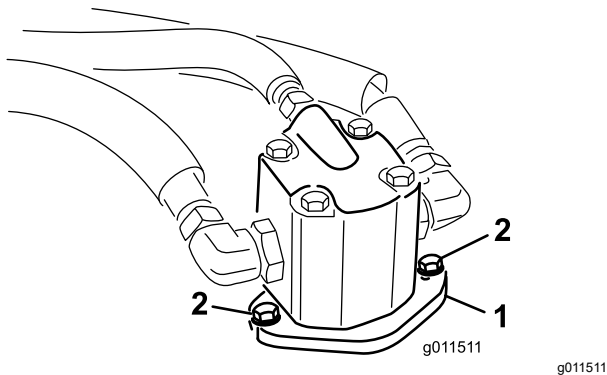

Figure 84
4. Enlevez les boulons qui fixent le moteur hydraulique au plateau de coupe (Figure 84).